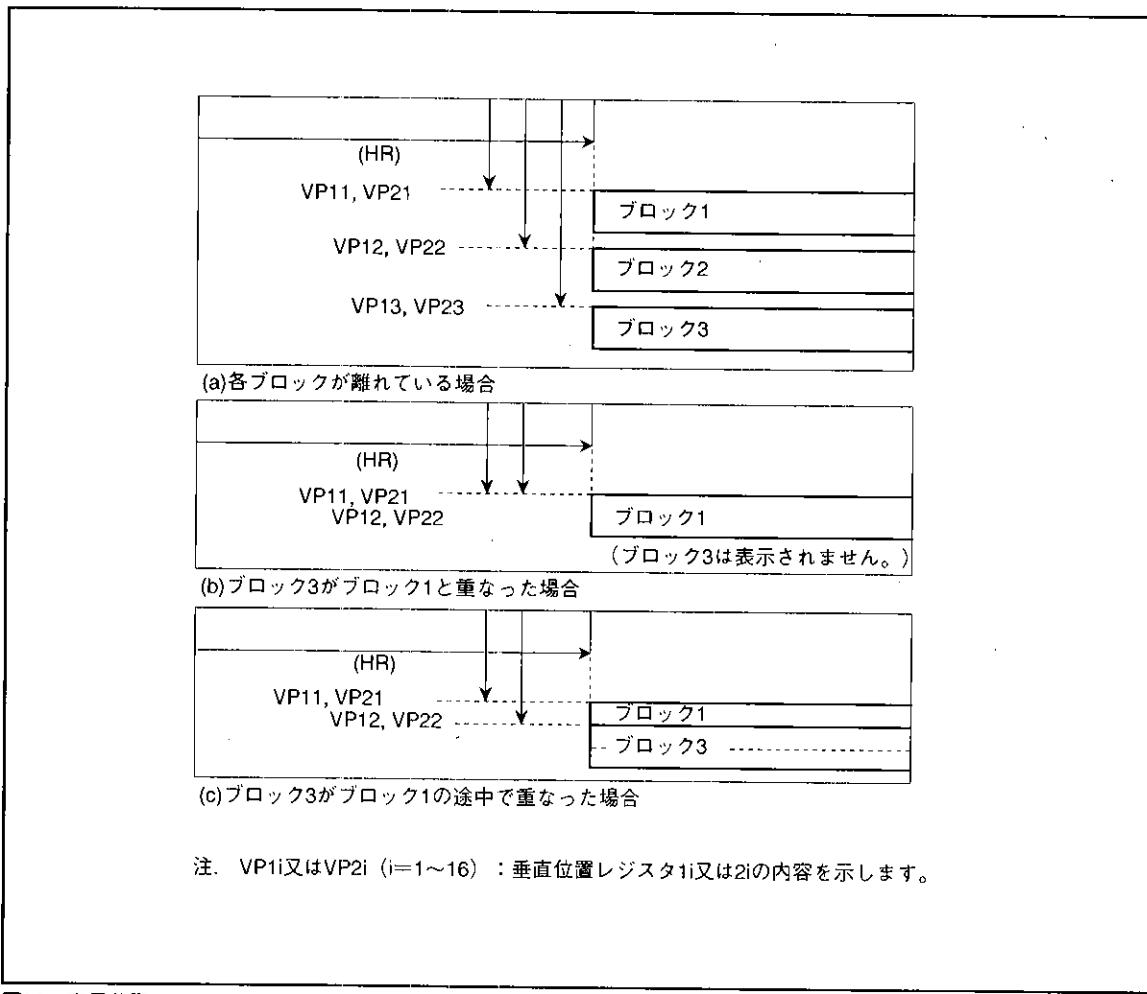

図53. 表示位置
① 同レイヤ内で表示位置が他のブロックと重なった場合(図53の(b))、ブロック番号(1～16)の若い(小さい)方が前面に表示されます。
② 同レイヤ内で1つのブロック表示中に、他のブロックの表示開始位置がきた場合(図53の(c))は、垂直表示開始位置の設定値が大きい方が表示されます。ただし、ドットサイズが $2Tc \times 2H$ と $3Tc \times 3H$ のブロックは他のブロックの表示期間中*に表示させないでください。